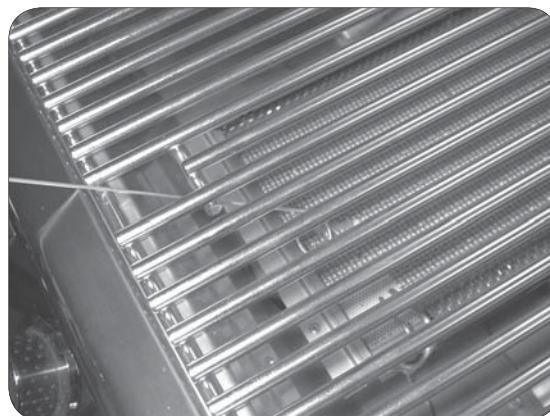

Fig. 10-2 - Éclairage manuel
2. Insérez un allumeur brûlant de butane de long-baril, une allumette brûlante de long-tige, ou une allumette brûlante tenue par un support de prolongation de fil par la grille à cuire s'ouvrant au dessus du brûleur (fig. 10-2).
4. Si le brûleur ne s'allume pas, enfoncez immédiatement le bouton et tournez la valve à AU LOIN. ATTENDEZ CINQ (5) MINUTES avant de répéter les étapes 2 à 4 des instructions manuelles d'éclairage.